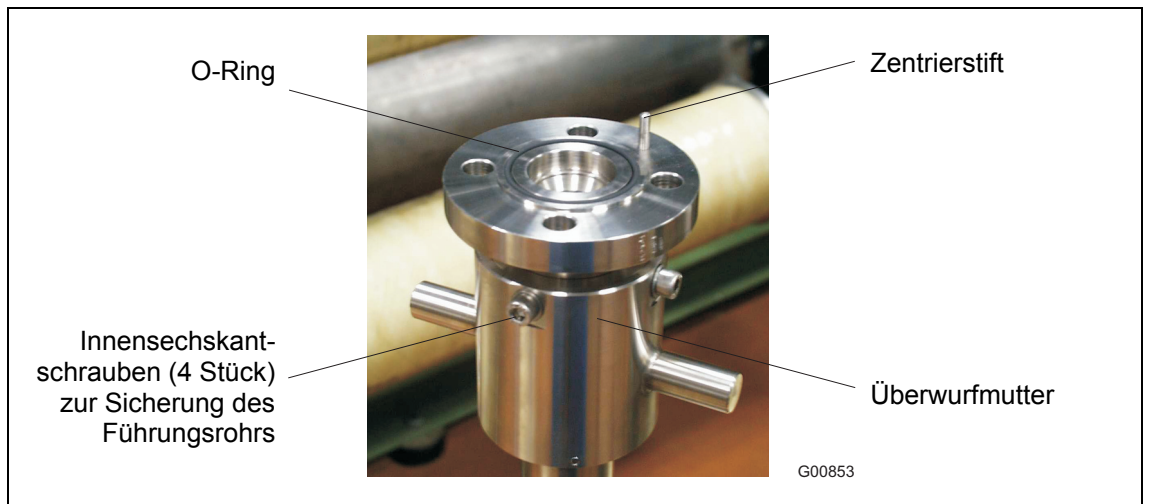

Abb. 13
- O-Ring (55 mm x 3 mm [2,16 x 0,12 inch]) in vorgesehene Nut einlegen (Abb. 13). O-Ring-Dichtung und Schrauben sind im Lieferumfang enthalten.